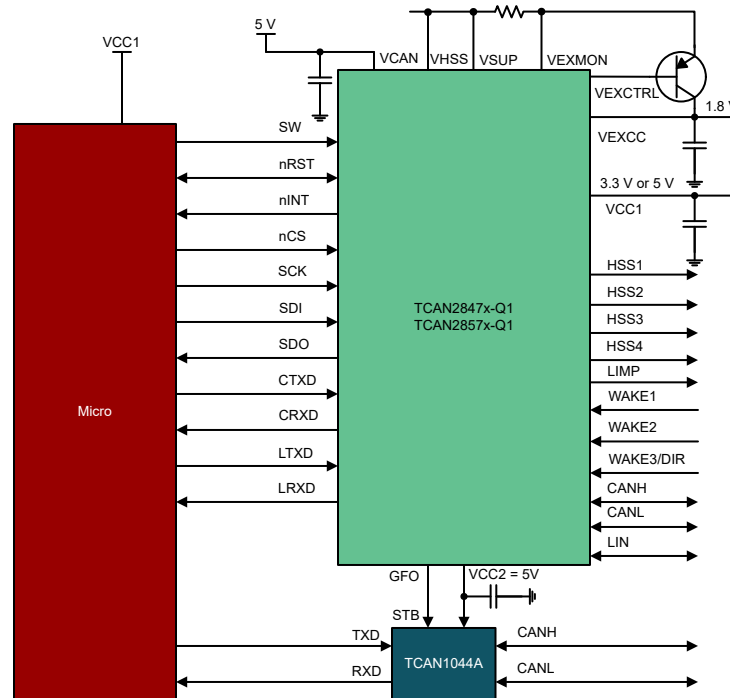

図 10-6. CAN FD トランシーバによるチャンネル拡張
- TCAN2847x-Q1 を 8 ピンの CAN FD トランシーバと組み合わせて使用することで、2 つの CAN FD トランシーバと 1 つの LIN トランシーバを構成できます。図 10-6 を参照してください